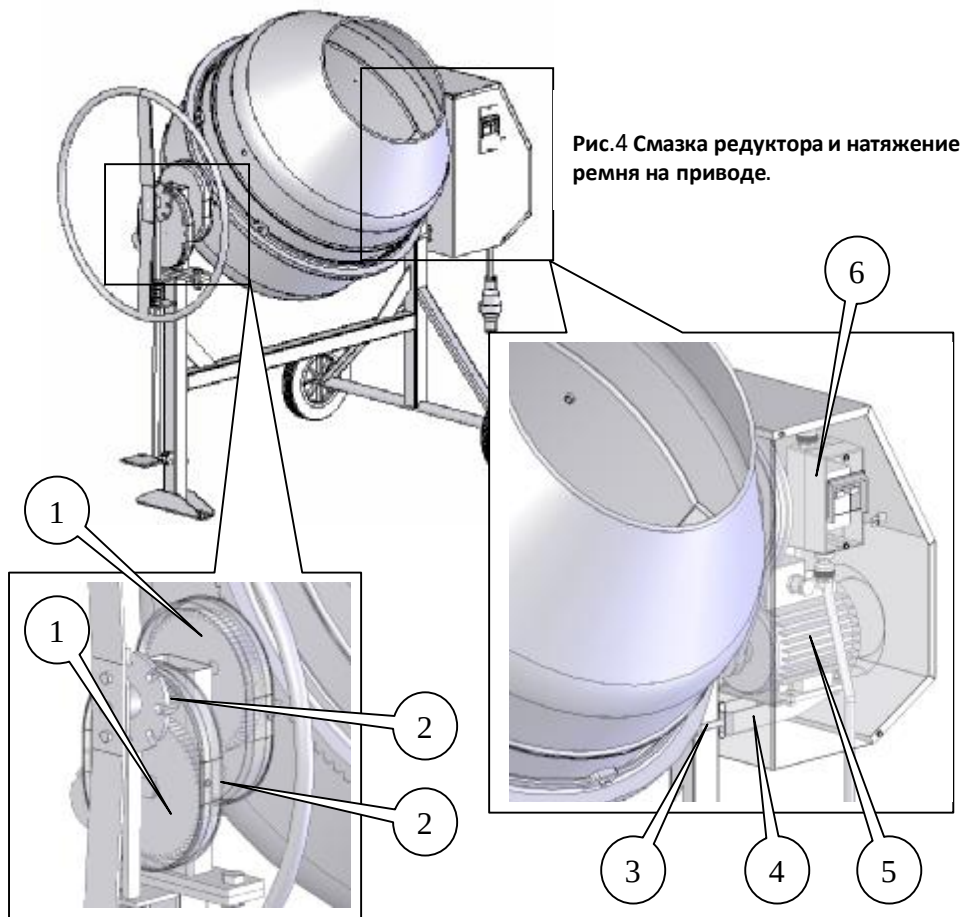

Рис.4 Смазка редуктора и натяжение ремня на приводе.
- При ослаблении натяжения ремня в процессе работы его необходимо периодически подтягивать. Для этого необходимо снять кожух привода, ослабить гайку поз.3 (рис.4) и осуществить натяжение, переместив подмоторную плиту поз.4 с закрепленным электродвигателем поз.5 по пазам вниз. Закрутить гайку поз.3, закрыть крышку привода.
- Делая обслуживание по ТО, шестерни редуктора механизма опрокидывания поз.1 и поз.2 (рис.4), можно смазать не снимая защитного кожуха. Для этого откручиваем сбоку по одному винту крепления кожуха с каждой стороны относительно стойки. Через отверстия шприцем закачать пресс солидол «Ж» и закрутить винты обратно.